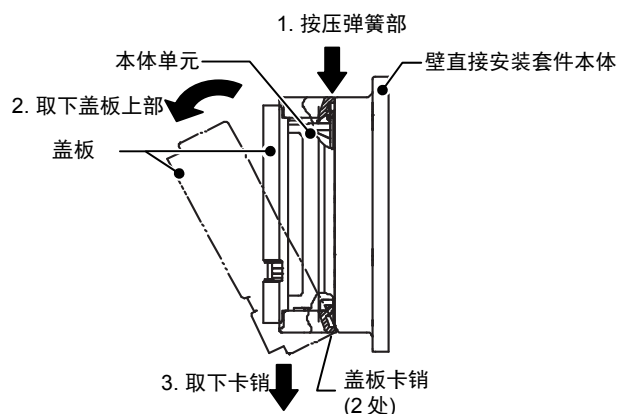

图 14. 盖板的装卸
- 4) 取下本体的盖板(图14参考)。
- 7) 把盖板嵌入到本体单元上(图14参考)。
- 5) 取下本体的盖板(图14参考)。
- 8) 把盖板嵌入到本体单元上(图14参考)。
- 3) 取下本体的盖板(图14参考)。